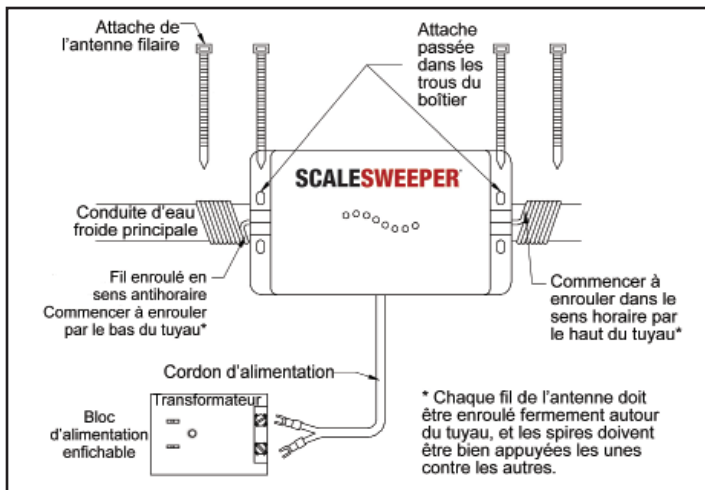

FIGURE 2
Enroulez les fils rouges des antennes autour de la conduite d'eau à chaque extrémité du SCALESWEEPER (voir la figure 2). La direction du débit d'eau n'a aucune incidence sur le fonctionnement du SCALESWEEPER et l'installation de l'antenne, mais l'une des antennes DOIT être enroulée en sens horaire, et l'autre, en sens antihoraire. Pour obtenir des résultats optimaux, enroulez les fils rouges des antennes autour de la conduite d'eau à chaque extrémité du SCALESWEEPER (voir la figure 2). La direction du débit d'eau n'a aucune incidence sur le fonctionnement du SCALESWEEPER et l'installation de l'antenne, mais l'une des antennes DOIT être enroulée en sens horaire, et l'autre, en sens antihoraire. Pour obtenir des résultats optimaux, enroulez étroitement le fil de l'antenne filaire au moins sept (7) fois autour du tuyau en vous assurant que les spires sont bien appuyées les unes contre les autres, comme une bobine.
Insérez les bornes du câble d'alimentation de l'appareil dans les bornes à vis du bloc d'alimentation enfichable (transformateur), puis serrez fermement (voir la figure 2). Branchez le bloc d'alimentation dans une prise murale standard à trois branches. Une fois le SCALESWEEPER sous tension, les voyants lumineux de modulation commencent à clignoter afin d'indiquer que l'appareil fonctionne correctement.